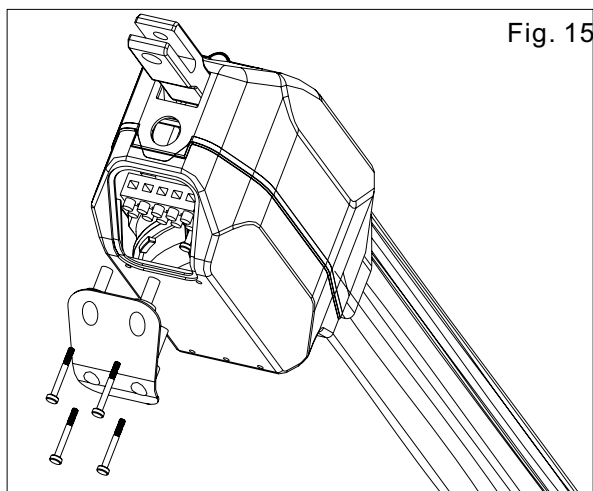

Fig. 15
- 1) Retire la cubierta del conector y la parte inferior del motor (Fig. 15 e 16).